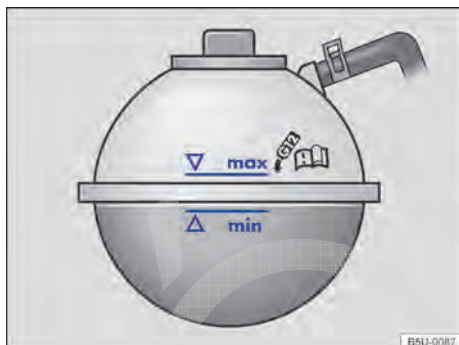

Fig. 153 No compartimento do motor: marcação no reservatório de expansão do líquido de arrefecimento do motor.
- Com o motor frio, verificar o nível do líquido de arrefecimento do motor pela marcação lateral do reservatório → Fig. 153.
- O nível do líquido de arrefecimento do motor deve permanecer dentro da marcação do reservatório → Fig. 153. **Não completar acima da marca “max”** → ⓘ!
- Completar com líquido de arrefecimento do motor somente até a marca “max” → Fig. 153. Caso contrário, ao aquecer-se, o líquido excedente será expulso do sistema de arrefecimento do motor e poderá causar danos.